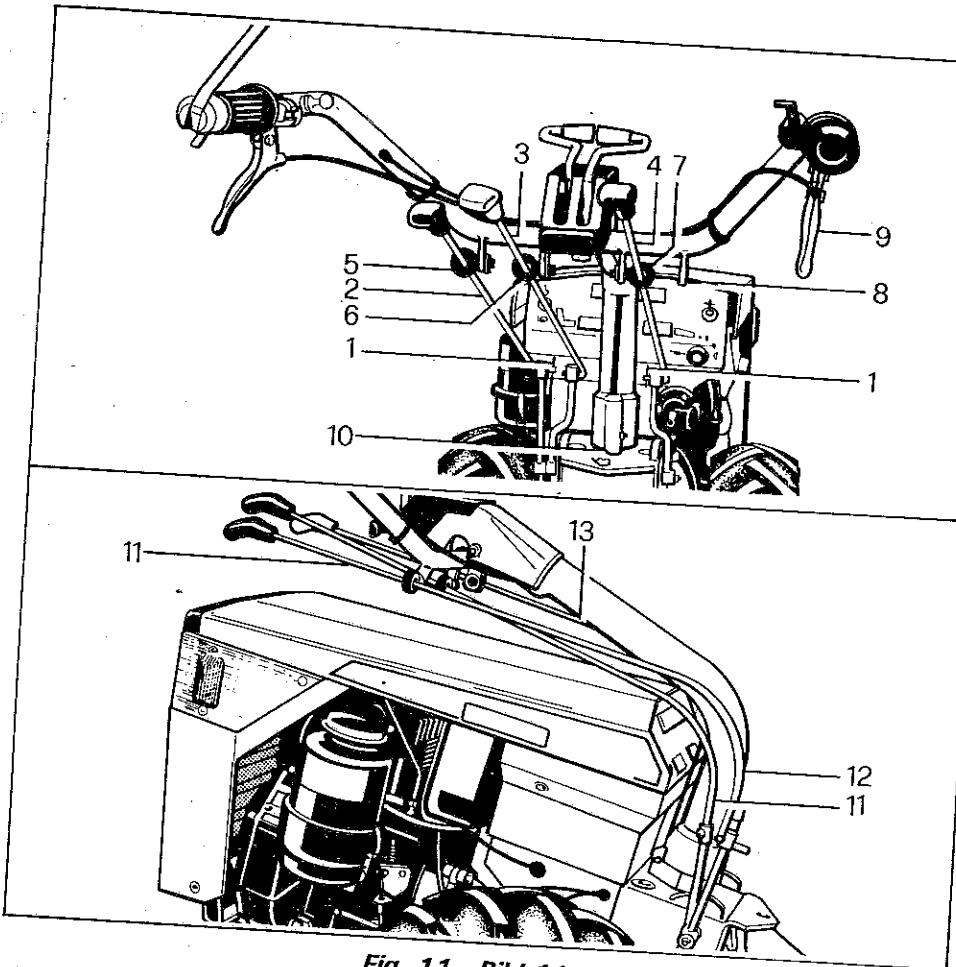

Fig. 11 - Bild 11
#### ROTAZIONE DELLA (Vedere la fig. 11)
### ROTATION OF THE HANDLEBARS (see fig. 11)
1. Take out the R-shaped safety pins (1, fig. 11) which join p.t.o. (2), range selector (3) and gearshift (4) control rods to their respective control levers.
2. Withdraw control rods from relevant guides (5, 6 and 7). Remove guide (5) and have it installed on support (8) by means of relevant washer and R-shaped safety pin.
3. Actuate lever (9) to release handlebars. Rotate handlebars clockwise by 180°.
4. When rotation is complete, be sure that while releasing the lever (5), the lock pin enters the hole existing on support plate (10).
5. Reinstall p.t.o. (11), range selector (12) and gearshift (13) control rods and have them connected to proper control levers by means of the R-shaped safety pins (1).
### ROTATION DU MANCHERON (Voir la fig. 11)
1. Enlever les goupilles de sécurité en "R" (fig. 11, détail 1) fixant la tige de la prise de force (2), la tige du sélecteur de vitesses (3) et la tige de changement de vitesses (4) aux leviers respectifs.
2. Enlever les tiges de commande des respectifs bagues de guide (5, 6 et 7). Enlever la bague de guide (5) et la remettre sur le support libre (8) au moyen de la rondelle et de la goupille de sécurité en "R".
3. Tirer le levier (9) pour le déblocage du mancheron et le tourner de 180° dans le sens des aiguilles d'une montre.
### DREHUNG DER STERZE (siehe Bild 11)
1. Die "R"- Sicherungsstifte (Bild 11, Detail 1) entfernen, welche die Zapfwelle-Schaltstange (2), die Regelgetriebe-Schaltstange (3) und die Gangschaltstange (4) mit den diesbezüglichen Hebeln verbinden.
2. Die Schaltstangen aus den diesbezüglichen Führungsringen (5, 6 und 7) herausziehen. Den Führungsring (5) abnehmen und im losen Lager (8) durch die Haltescheibe und den "R"- Sicherungsstift einbauen.
3. Den Steuerhebel (9) zum Sterzeauslösen ziehen und um 180° Uhrzeigersinn drehen.
4. Sich nach erfolgter Drehung vergewissern, dass beim Loslassen das Hebel (5) der Blockierschaft genau in die Bohrung der Stützplatte (10) eintritt.